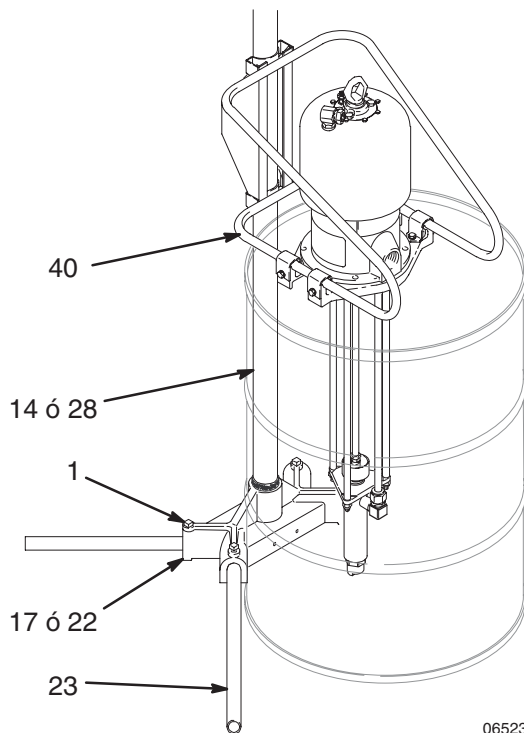
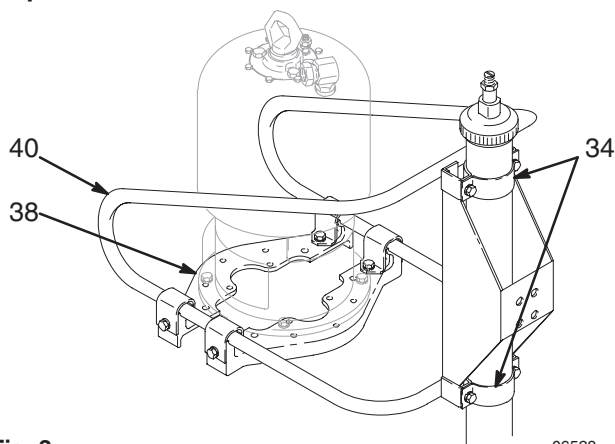

Fig. 1
Fig. 3
Coloque el elevador en un lugar donde haya un mínimo de 2,75 m de espacio aéreo. Instale los cuatro estabilizadores (23) tal como se muestra en la Fig. 1. Sujete con los tornillos de fijación (1).
Coloque un bidón abierto contra la base del elevador (17 ó 22). Coloque la ménsula (40) encima del bidón, de forma que los huecos de la abrazadera (34) queden apretados contra el tubo de elevación (14 ó 28) del elevador. Vea la Fig. 1 y la Fig. 3. Suba el tubo elevador unos 6,4 mm, coloque las abrazaderas (34) y apriételas firmemente. Coloque las ménsulas de montaje de la bomba (38).